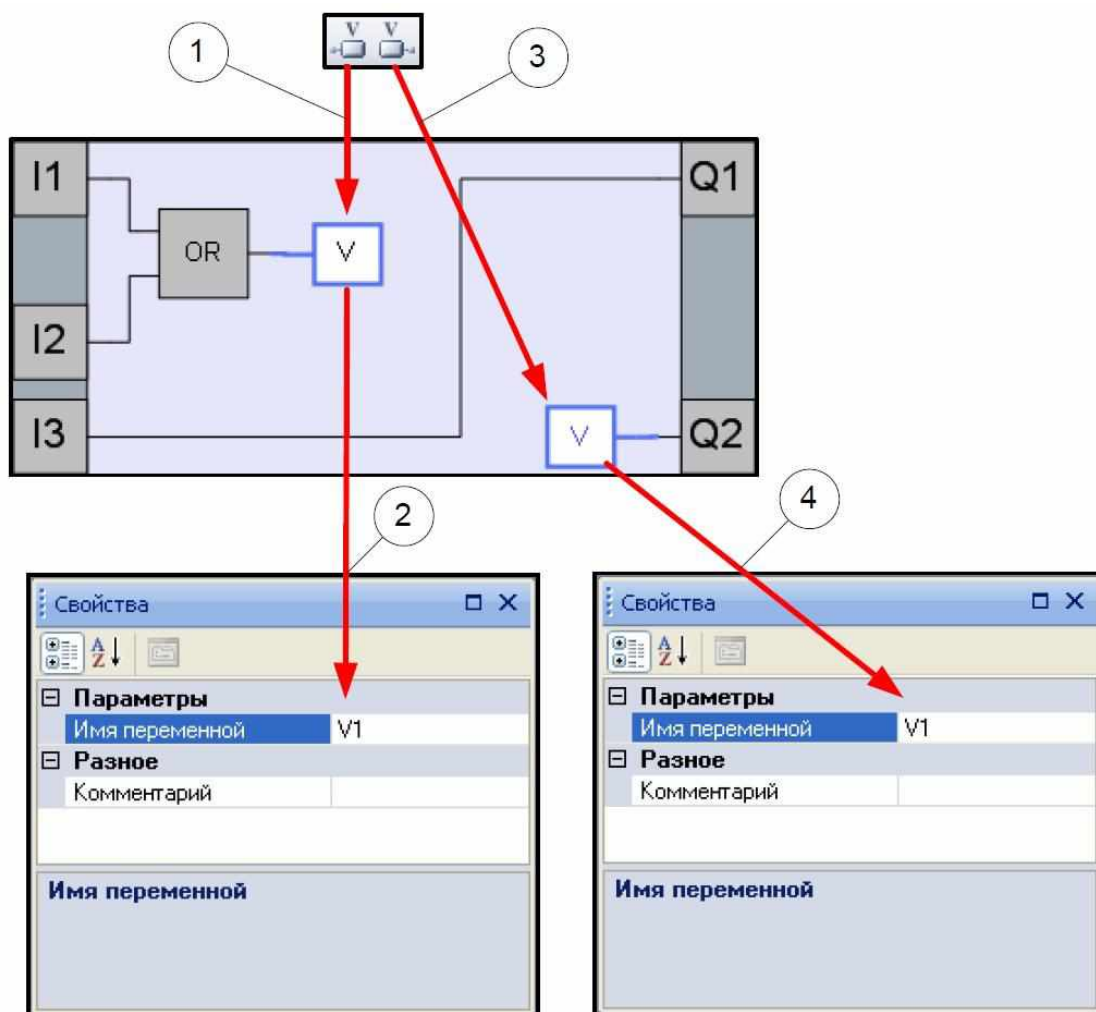

Рисунок 13.6 – Порядок действий при настройке параметров функционального блока
*Шаг 1* – щелкнуть мышкой по кнопке на панели инструментов, затем установить курсор на место, где должна располагаться входная переменная и еще раз нажать левую кнопку мыши – на холсте появится блок входной переменной, рисунок 13.6.